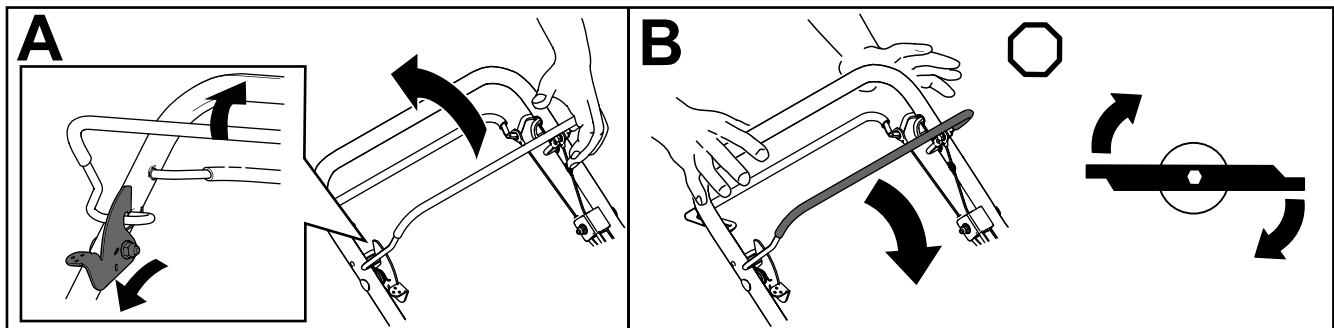

Bild 17
1. Halten Sie den Sperrhebel für den Schaltbügel nach vorne gedrückt, um den Schaltbügel zu lösen (A in Bild 17)
2. Ziehen Sie den Schaltbügel zum Griff und lösen Sie den Sperrhebel für Schaltbügel; das Messer sollte einkuppeln (A in Bild 17).
3. Lassen Sie den Schaltbügel los, um das Schnittmesser auszukuppeln (B in Bild 17). Der Sperrhebel für Schaltbügel wird zurückgesetzt, um den Schaltbügel zu verriegeln.